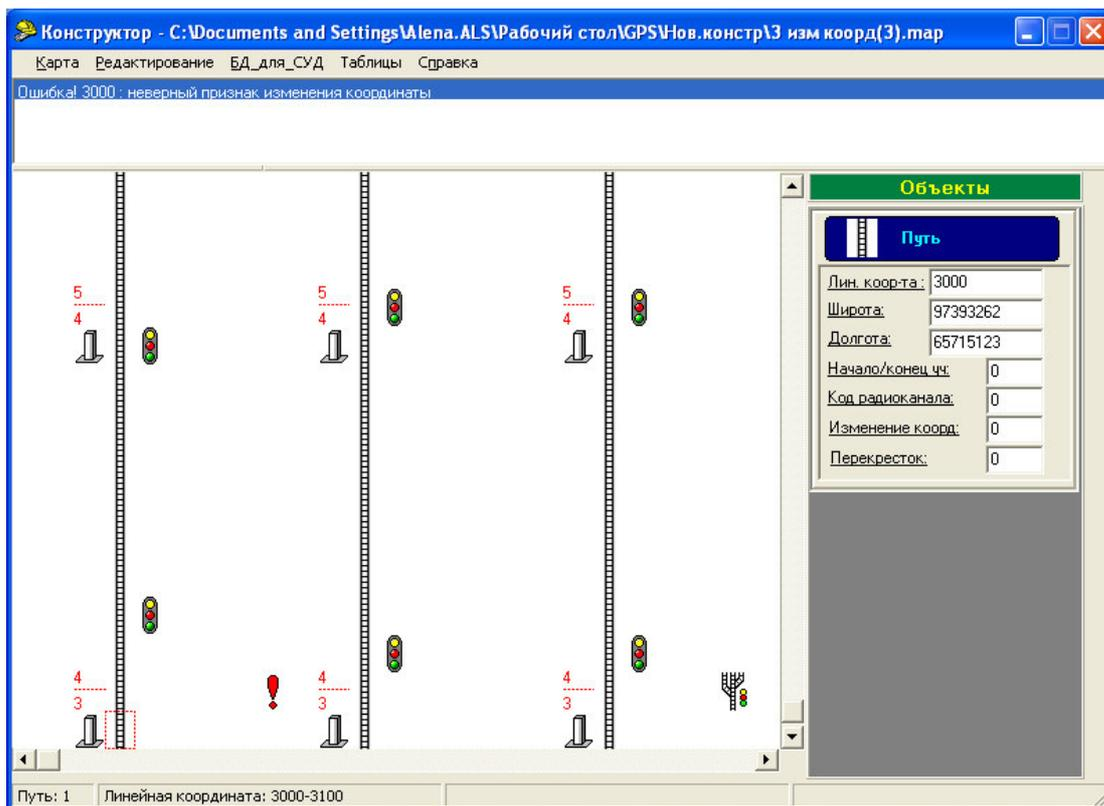

Рисунок 2.66
- ошибки в признаке «Изменение коорд» (рисунок 2.66) внутри участка;